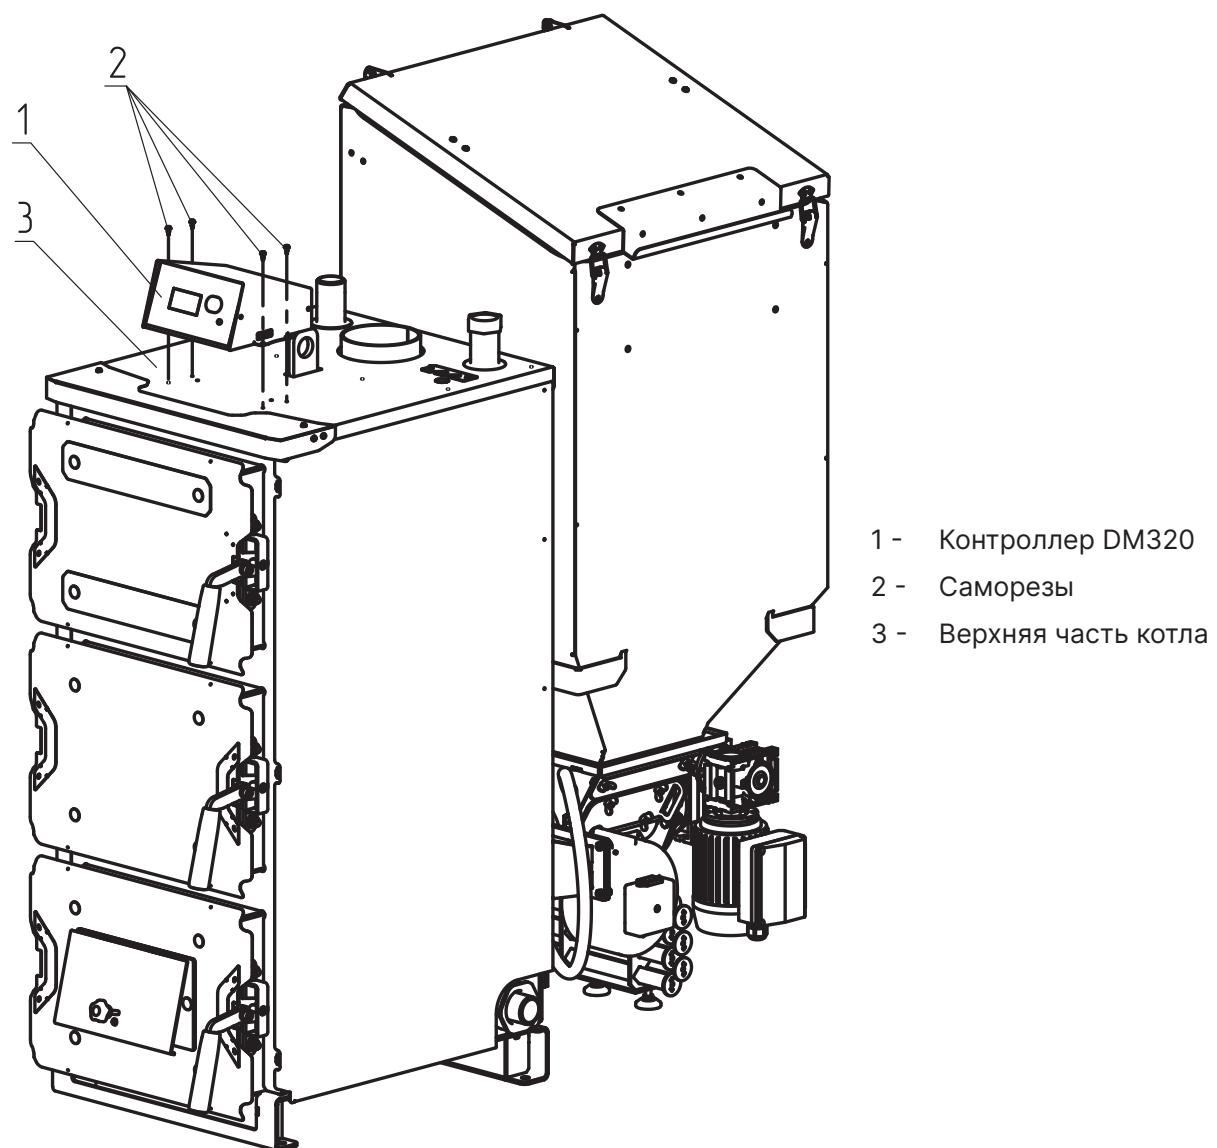

Рис.10 Монтаж контроллера
2. Зафиксируйте контроллер (**Рис.10, поз.1**) на верхней части котла (**Рис.10, поз.3**) саморезами (**Рис.10, поз.2**);
3. Проложите провода (питание мотор-редуктора, питание вентилятора, датчик температуры шнека) от контроллера (**Рис.10, поз.1**) к механизму подачи;